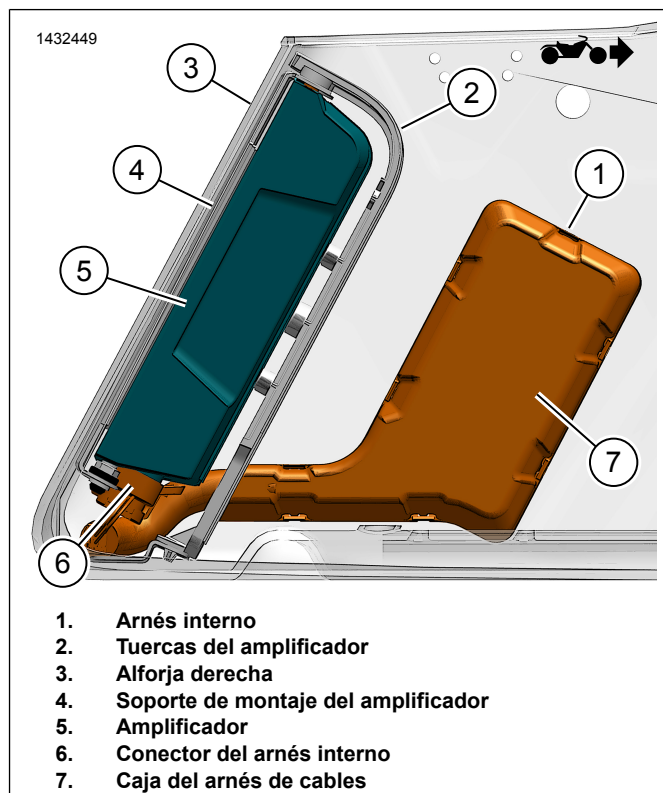
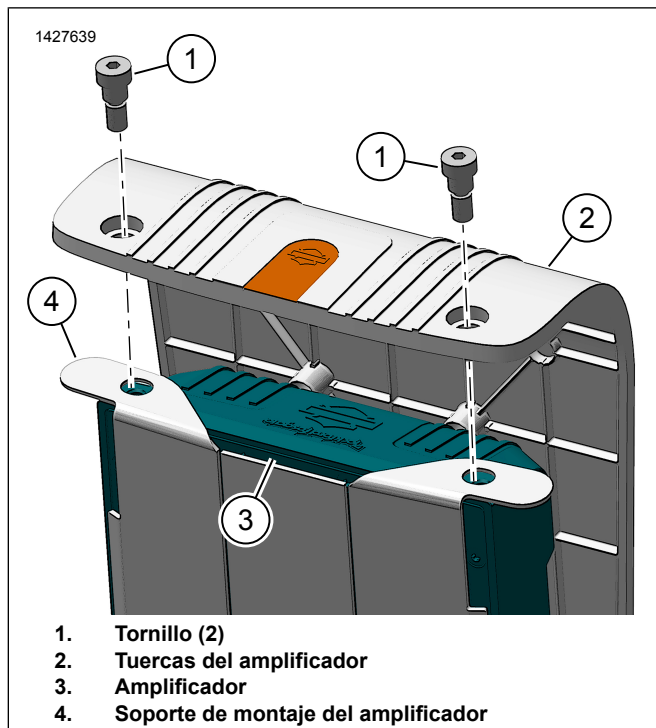

Figura 15. Arnés de la alforja con amplificador
Figura 16. Cubierta del amplificador
7. Figura 15 Instale el amplificador (5) en el soporte de montaje del amplificador (4).
8. Instale la cubierta del amplificador (2).
9. Figura 16 Instale los tornillos (1). Ajuste.